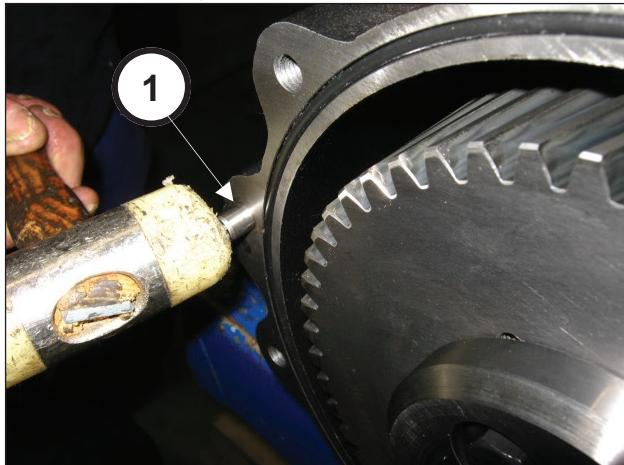

Рис. 70
Установите 2 штифта Ø10x24 на коробку редуктора (поз. ①, Рис. 70) и вставьте уплотнительное кольцо (поз. ①, Рис. 71).